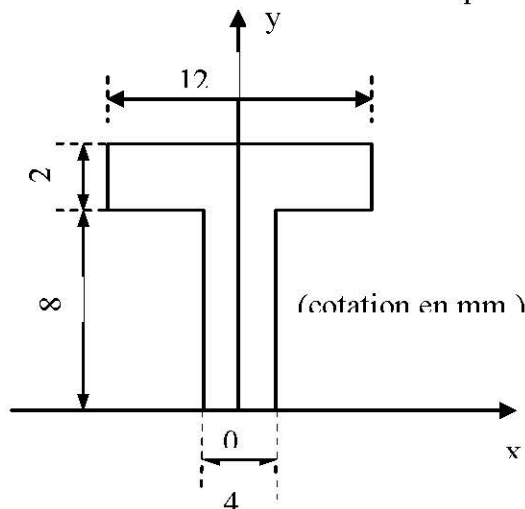

figure I.1
- 2) cette poutre AD se repose sur deux appuis simples A et B, et elle est sollicitée par un système de forces P et F (voir figure I.1)